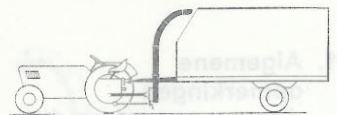

Abb. 6
3. Die Parallelanhebung des MW erfolgt im Normalfall nach Abb. 6.
3. Fig. 6 shows how the Mais-Wolf is lifted parallel under normal conditions.
3. Normalement le relevage parallèle du Mais-Wolf (MW) s'effectue selon la fig. 6.
3. Il sollevamento parallelo dell'MW ha luogo normalmente secondo la fig. 6.
3. Voor het evenwijdig heffen van de Mais-Wolf gaat men volgens afb. 6 te werk.